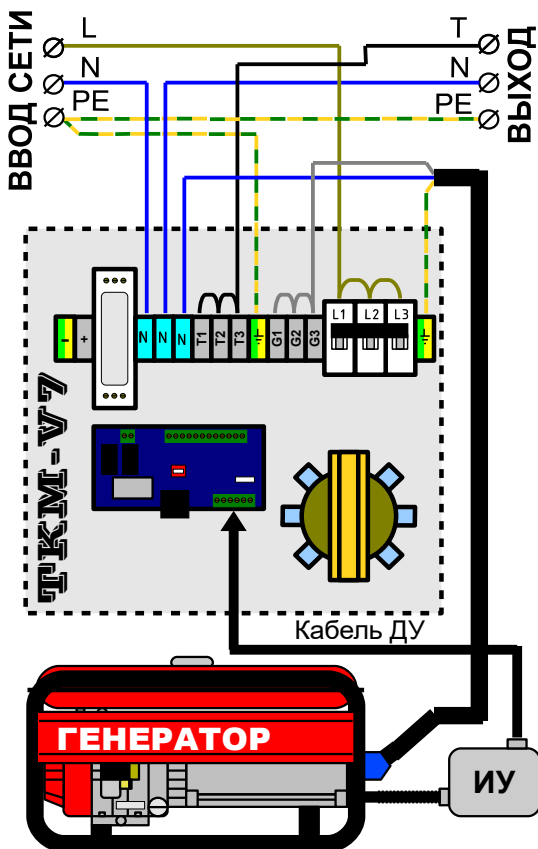

Рис.6. Подключение к однофазной сети.
9. Подсоедините резервируемую линию (потребители) и ввод сети. Схемы подключения показаны на рис.4 — рис.6. **Обязательно подключите заземление!!! Без заземления устройство работать не будет!!!**